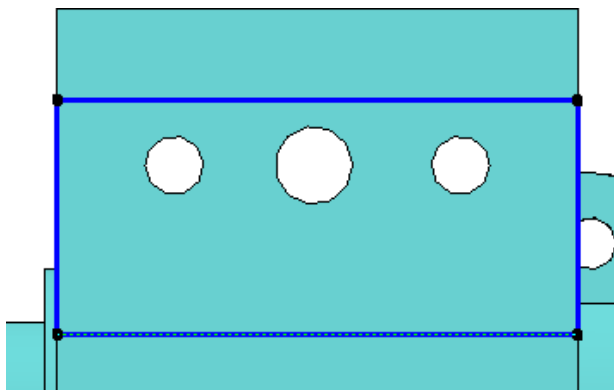

Рис. 92
- на панели  **Геометрия** вызовите команду  **Спроецировать объект** и укажите четыре кромки грани, на которой открыт эскиз (рис. 92);